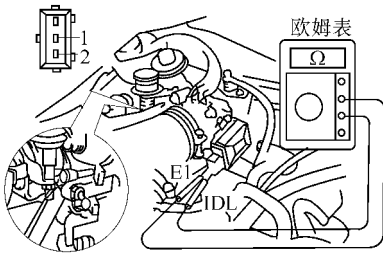

图 2-114 用欧姆表测量各端子之间的电阻
(2) 检查节气门位置传感器各端子之间的电阻。从传感器拨去接插件，将测隙规插到节气门止动螺钉和止动杆之间，使用欧姆表测量各端子之间的电阻，如图 2-114 所示。各端子之间的导通情况见表 2-4 所示。